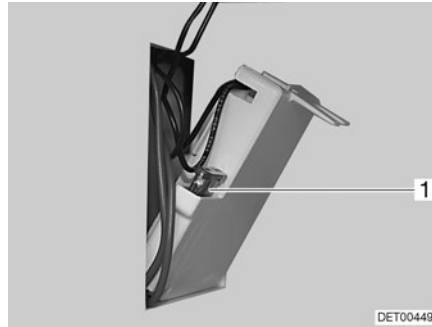

Fig. 90 Fusible del inodoro Thetford
- Cambiar el fusible (Fig. 90,1).